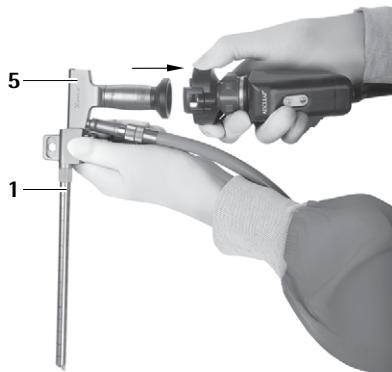
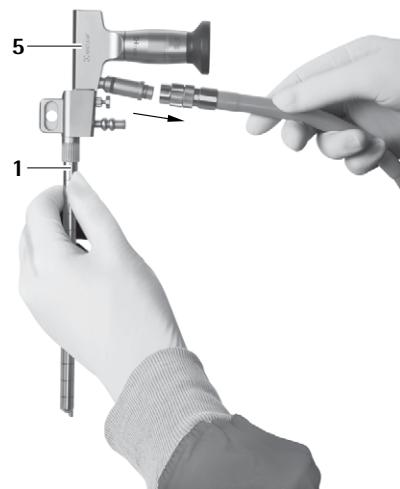

Рис. 6
Рис. 7
- Отсоединить камеру и световой кабель от эндоскопа 5, см. Рис. 6 и см. Рис. 7.